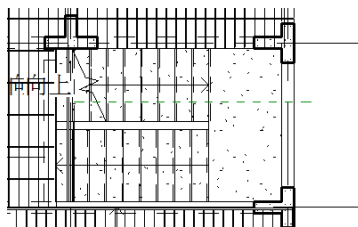

图 13-114 绘制参照平面
(1) 单击“建筑”选项卡“工作平面”面板中的“参照平面”按钮，在楼梯上绘制参照平面，如图 13-114 所示。